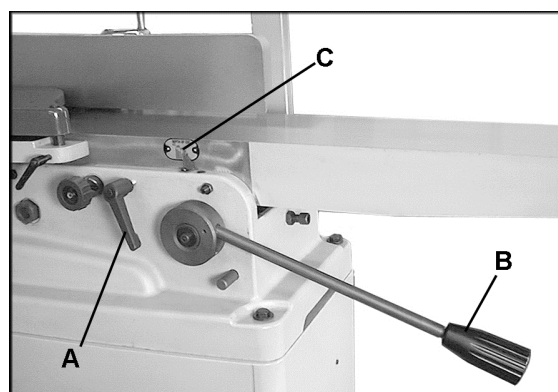

Рис. 28
6. Поднимайте стол подачи до тех пор, пока он не коснется поверочной линейки. Чтобы поднять стол подачи, ослабьте ручку фиксации (А, Рис. 28) и поднимите регулировочный рычаг (В, Рис. 28). Когда стол коснется поверочной линейки, затяните ручку фиксации (А, Рис. 28).